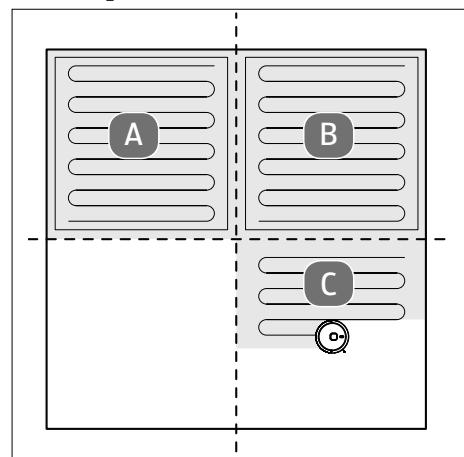

Fig. 9 – Pulizia standard
- ▶ Per avviare la pulizia premere il tasto . Il robot aspirapolvere pianifica in modo dinamico il percorso di pulizia in base alla mappa creata durante il giro di ricognizione (impostazione tramite app) e pulisce le varie zone una dopo l'altra. In ogni zona, il robot aspirapolvere inizia a pulire gli angoli, per poi procedere a zig zag attraverso il resto della stanza "Fig. 9 – Pulizia standard".